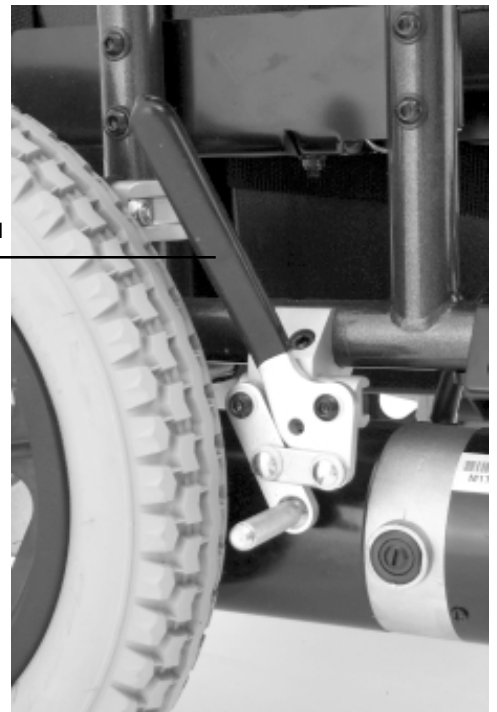

Figure 19. Frein à main
1. Repérer les leviers situés sur chaque moteur. Voir la figure 19.